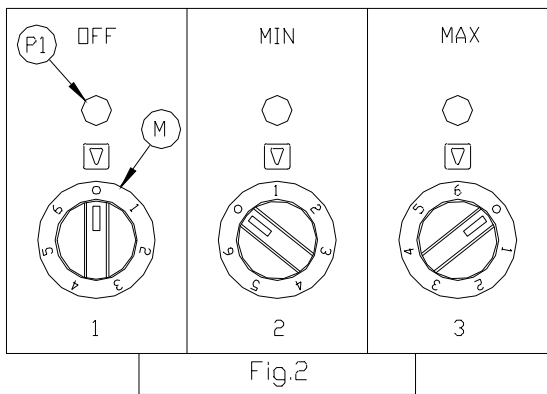

Fig.2
- b) Girar el mando “M” (Fig. 2) del conmutador correspondiente a la placa que se desea encender, hasta la posición o potencia elegida (Ver tabla n°. 3), en ese momento se encenderá el piloto “P1” (Fig. 2) indicándonos que la placa y la potencia elegida está funcionando.
- a) Si desea apagar la placa, girar el mando “M” hasta la posición “OFF” (Fig. 2). En esa posición el piloto “P1” se apagará.